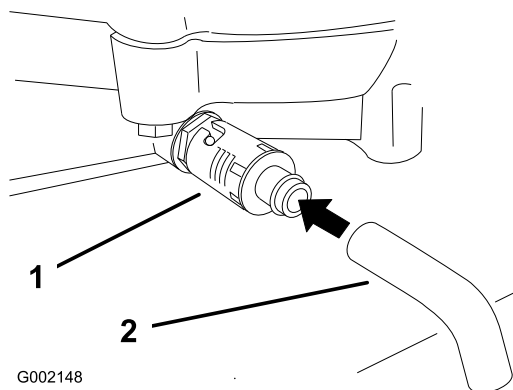

Figura 22
4. Coloque un recipiente debajo del tubo de vaciado. Gire la válvula de vaciado para que se drene el aceite (Figura 22).